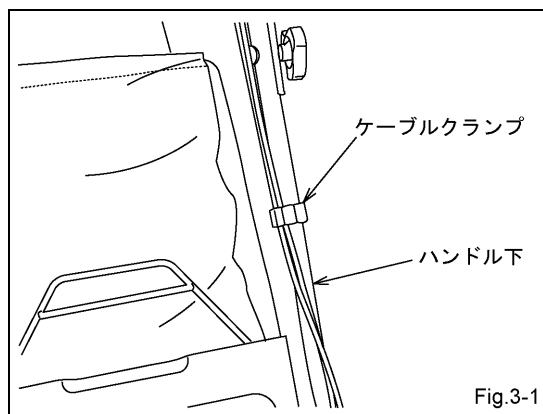

Fig.3-1
- (3) スロットルケーブル、ブレーキケーブル及びクラッチケーブルはねじれ、折れ等が無いことを確認して、ケーブルクランプにて固定して下さい。(Fig.3-1)